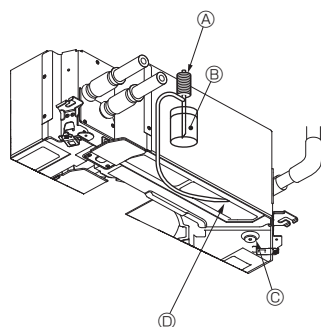

Fig. 6-7
6.3. Vérification de l'écoulement (Fig. 6-7)